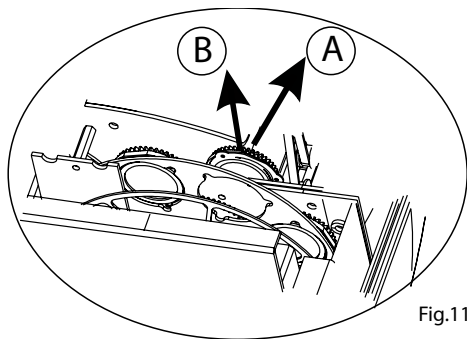

Fig.11
4. Premere il portagobos nella direzione A e tirare nella direzione B (fig.11).